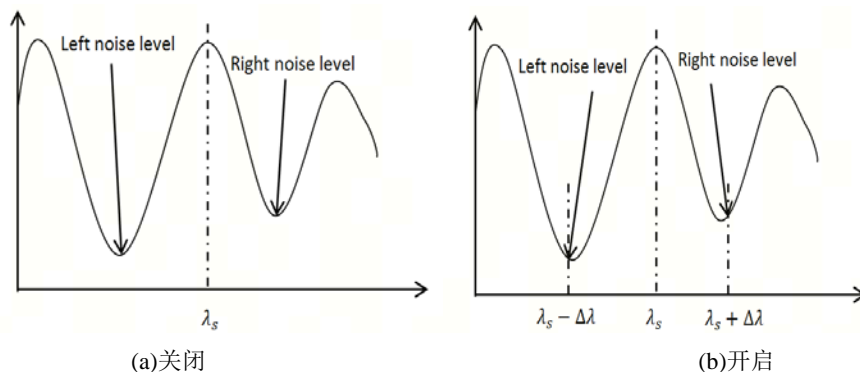

图 3-74 噪声点位置示意图
- Point Location: 噪声点的位置, 如图 3-74 所示。